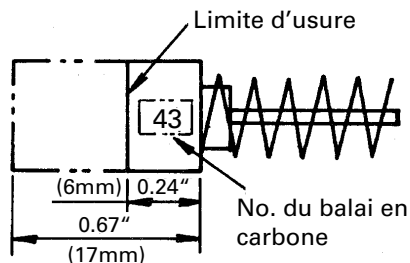

Fig. 6
4. Inspection des balais en carbone (Fig. 6)
**REMARQUE :** Utiliser le balai en carbone metabo HPT No. 43 indiqué sur la Fig. 6.